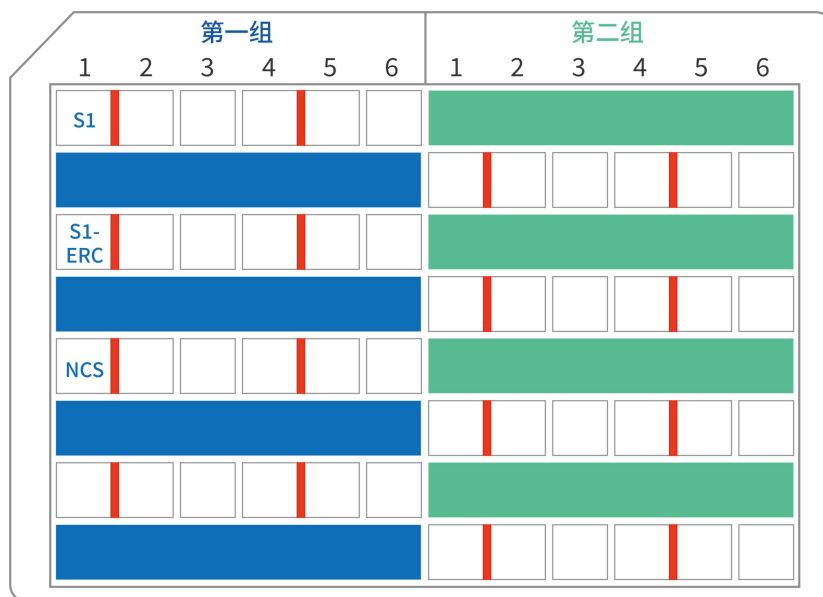

图 2. 深孔板架上预封装条的排布图
（3）在每个预封装条的 1 号孔（见图 2）加入上述 20 μ L 助沉剂预混液。
- 如图 2 所示，深孔板架上预封装条的排布情况应为：深孔板架的左上角为切角，红色标注处为限位器的位置，数字 1-6 为预封装条孔壁上的序号。
- （1）将样品从水浴锅或金属浴中取出，室温条件下快速离心 30 秒或 14000 \times g 及以上离心 10 min，取上清，全部加入预封装条的 1 号孔（见图 2）。
- （2）将加好样的预封装条连同深孔板架一起平移到仪器内部，注意检查预封装条和深孔板都要卡紧，并保证板架的左上角为切角。（具体排布见图 2）。